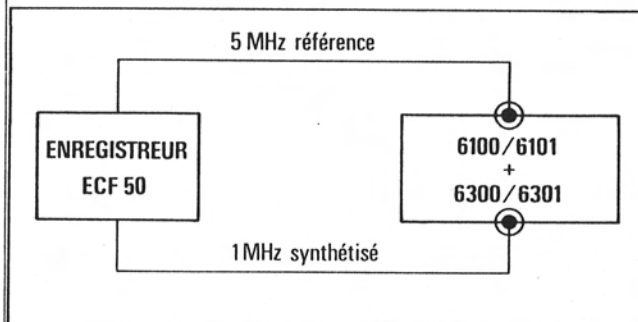

Figure VII-7 - Mesure du bruit de phase TBF
- Réaliser l'interface de la figure VII-7